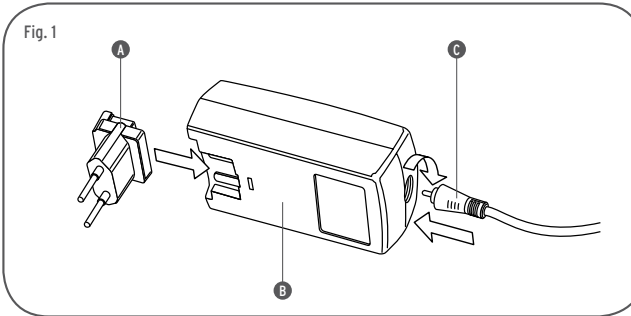

Fig. 1
<IT> Fig.1 Inserire la spina (A) nell'alimentatore (B) utilizzando le apposite guide fino ad avvertire lo scatto di aggancio (utilizzare la tipologia di spina corretta per la regione in cui si installa l'apparecchio); collegare lo spinotto (C) all'alimentatore bloccandolo con una rotazione di 90° in senso orario.
<GB> Fig.1 Insert the plug (A) into the feeder unit (B). By using the guides snap it inside its apposite slot (use the correct type of plug for the area in which the device must be installed), connect the plug (C) to the feeder unit locking it in by rotating it 90° clockwise.
<DE> Abb.1 Stecker (A) über die vorgesehenen Führungen bis zum Einrasten in das Netzgerät (B) einführen (es ist der in dem entsprechenden Benutzerland des Geräts richtige Steckertyp zu verwenden); Steckerstift (C) mit dem Netzgerät verbinden und mit einer 90°-Drehung im Uhrzeigersinn blockieren.
<FR> Fig.1 Insérer la fiche (A) dans l'alimentateur (B) en utilisant les guides prévus à cet effet jusqu'à l'avertissement du dé clic d'accrochage (utiliser la typologie de fiche correcte pour la région dans laquelle l'appareil est installé); raccorder la fiche (C) de l'alimentateur en la bloquant par une rotation de 90° dans le sens des aiguilles d'une montre.
<ES> Fig.1 Introducir el enchufe (A) en el alimentador (B) utilizando las adecuadas guías hasta que se advierta el golpe de enganche (utilizar la tipología de enchufe correcto para la región donde se instala el aparato); unir el enchufe (C) en el alimentador bloqueándolo con una rotación de 90° en sentido horario.
<PT> Fig.1 Colocar o pino (A) no alimentador (B) utilizando as guias apropriadas até sentir o engate de acoplamento (utilizar o tipo de pino correcto para a região na qual se instala o aparelho); conectar o pino (C) no alimentador bloqueando com uma rotação de 90° no sentido horário.
<RUS> Рис.1 Вставить вилку (A) в блок питания (B) при использовании специальных направляющих до щелчка сцепления (использовать вилку соответствующего типа для целей, для которых предназначено устройство); подсоединить штырь (C) к блоку питания, блокируя его посредством вращения на 90° по часовой стрелке.
<J> 図1. プラグ(A)を電源アダプター(B)にカチッと音が聞こえるまで、しっかりと挿入します(プラグタイプはご利用になる地域に適した物をご利用下さい)。また電源アダプターを固定した状態で丸プラグ(C)を90度時計回りに回しながら接続します。